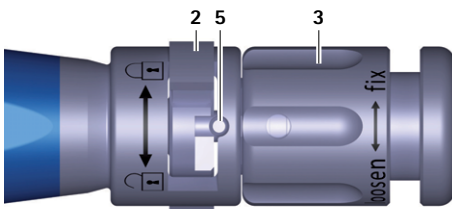

Рис. 4 Детальное изображение установочного инструмента, тестовый/рабочий имплантат затянут
- Повернуть поворотную гайку 3 на установочном инструменте A по часовой стрелке (направление "fix" ("назад")), пока тестовый имплантат не будет затянут, см. Рис. 4.
- ▶ Поворачивать поворотную гайку 3 на установочном инструменте А по часовой стрелке (направление "fix" ("назад")), пока имплантат не будет затянут, см. Рис. 4.